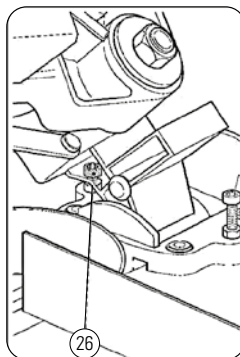

FIGURA 8.4
4. Ajuste el ángulo de la sierra 45° - Figura 8.4
- Afloje la contratuerca y apriete o afloje el tornillo de ajuste (26) hasta conseguir un ángulo de 45°. Apriete la contratuerca Figura 8.4.